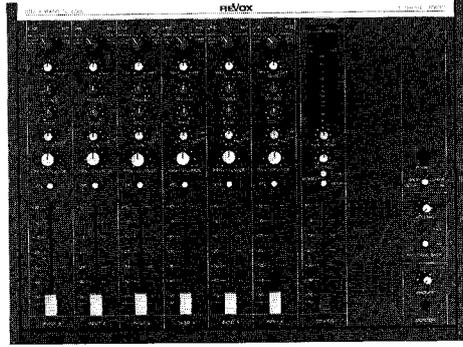

Bild 2: Übersichtlich und klar, trotz umfassender Möglichkeiten
- Um ein möglichst breites Spektrum von Anwendungen abdecken zu können, wurde folgende Konzeptkonfiguration gewählt (Bild 2):